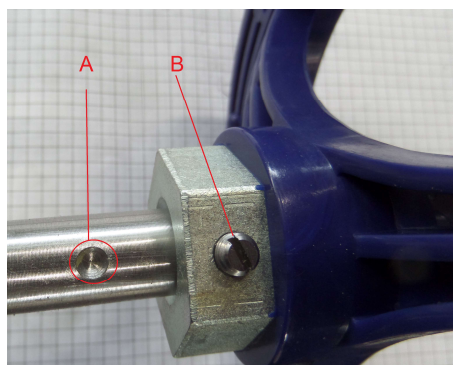

Рис. 7. Установка штурвала
- распаковать штурвал. На вале механизма управления положением варочного сосуда совместить метку А с винтом В на штурвале (см. рис. 7). Используя отвертку с плоским шлицом установить винт «В» до упора;